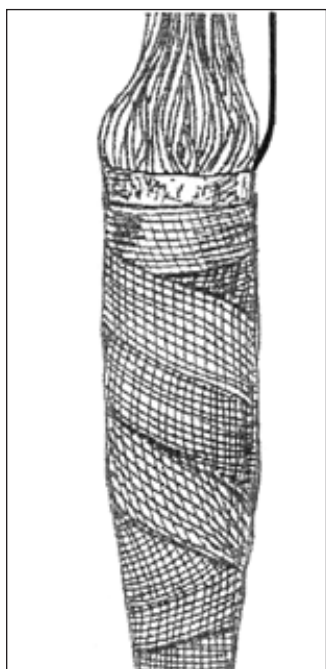

Рис. 3.17 - Смонтированная муфта УВГНМх 27/40
3.2.6. Далее выполняют все операции по п. 3.1.9 – 3.1.15. На рис. 3.17 показана смонтированная муфта УВГНМх 27/40.